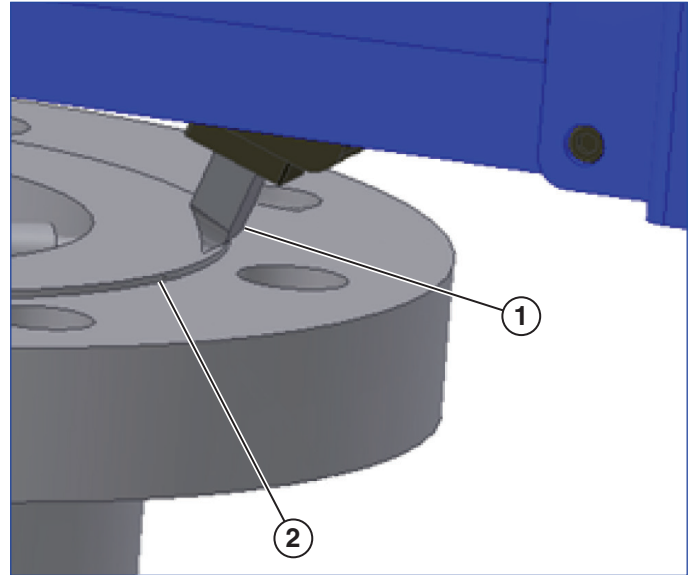

Figura 13
1. Utilice la llave de carraca para posicionar la punta de marcaje justo al lado del diámetro exterior de la superficie que necesita mecanizado (véase la Figura 13).